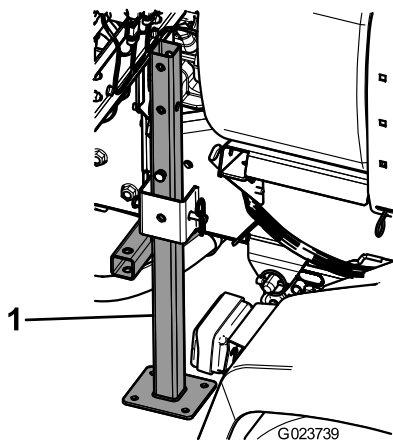

**Рисунок 50**
1. Вставьте передние подъемные опоры верхней стороной вниз в раму рядом с передними точками крепления (Рисунок 50).